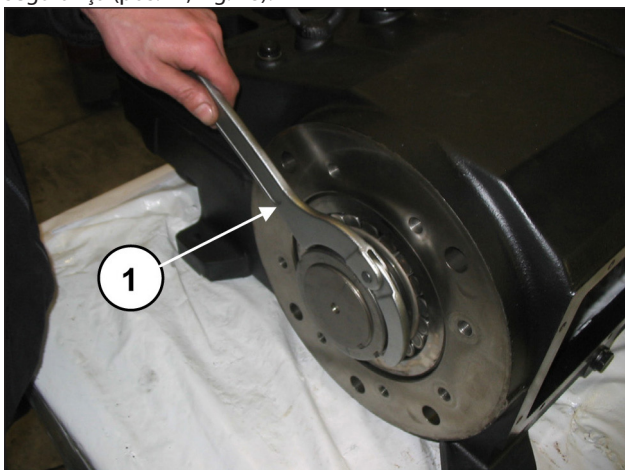
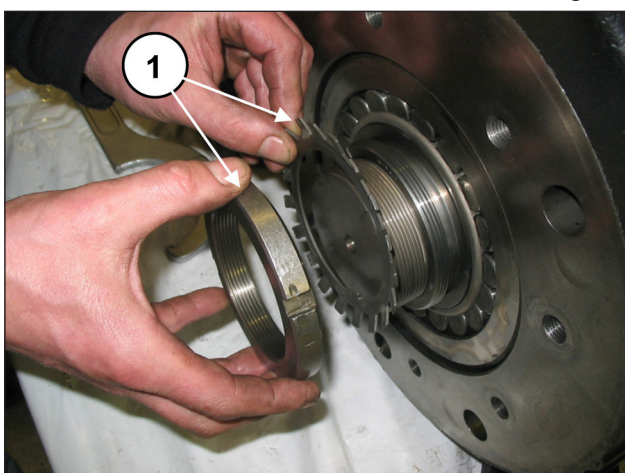

Fig. 17
Fig. 18
Usando uma chave adequada, solte o anel de bloqueio (pos. ①, Fig. 17), depois remova o anel e a arruela de segurança (pos. ①, Fig. 18).